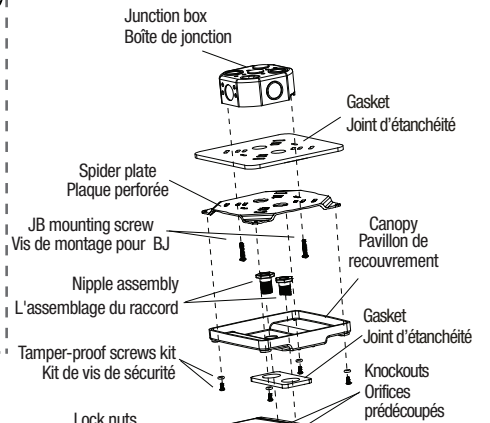

Fig. 1
- 4.a For wall mount installation only (Fig.1), break through appropriate knockouts into the back housing. Paste properly the gasket on the back of the unit and route the proper wire through the central hole.
- 4.a Pour installation mural seulement (Fig. 1), défoncer les orifices prédécoupés appropriés dans le boîtier arrière. Coller correctement le joint d'étanchéité sur le côté arrière de l'unité et passer les fils électriques par l'orifice central.
6. For Wall, Ceiling and End mount installation only use the two screws to mount the back housing or the spider plate to the surface over the recessed junction box. Tighten the screws enough to compress the gasket to ensure a good sealed joint. (use screwdriver PH2X) (Fig.1, 2 & 3)
6. Pour installation mural, au plafond ou l'extrémité seulement, utiliser les deux vis (utiliser le tournevis PHx2) pour faire le montage du boîtier ou de la plaque perforée sur la boîte de jonction encastrée. Serrer les vis suffisamment pour comprimer le joint d'étanchéité pour assurer un joint scellé. (Fig.1, 2 et 3)